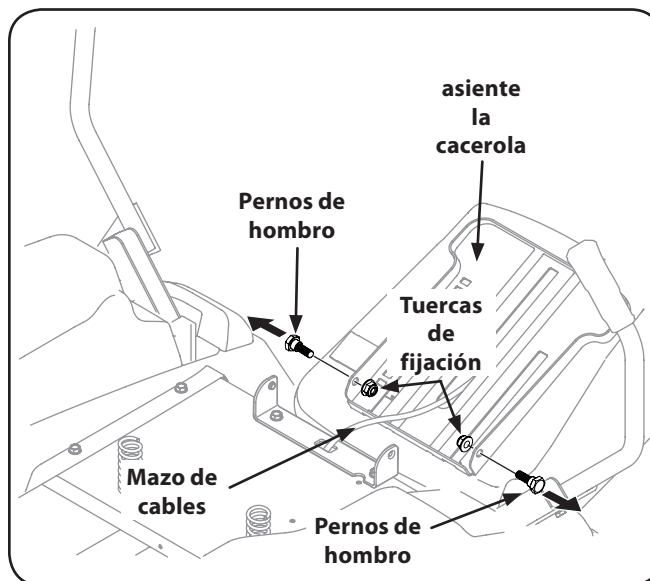

Figura 3-2
2. Quite los dos pernos de reborde y tuercas de sujeci on en la m ensula del asiento como se muestra en la Figura 3-2.